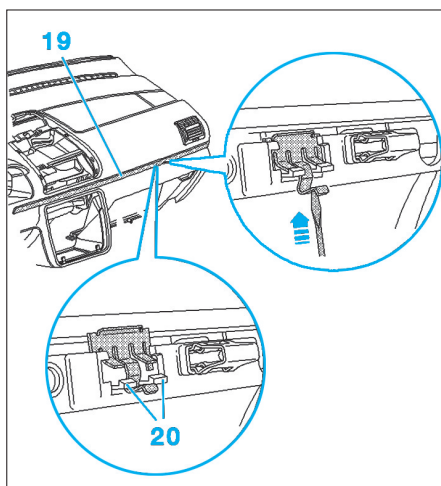

Fig. 15
- À l'aide d'un petit tournevis, dégrafer la baguette (19) en commençant par le bord (Fig.15).